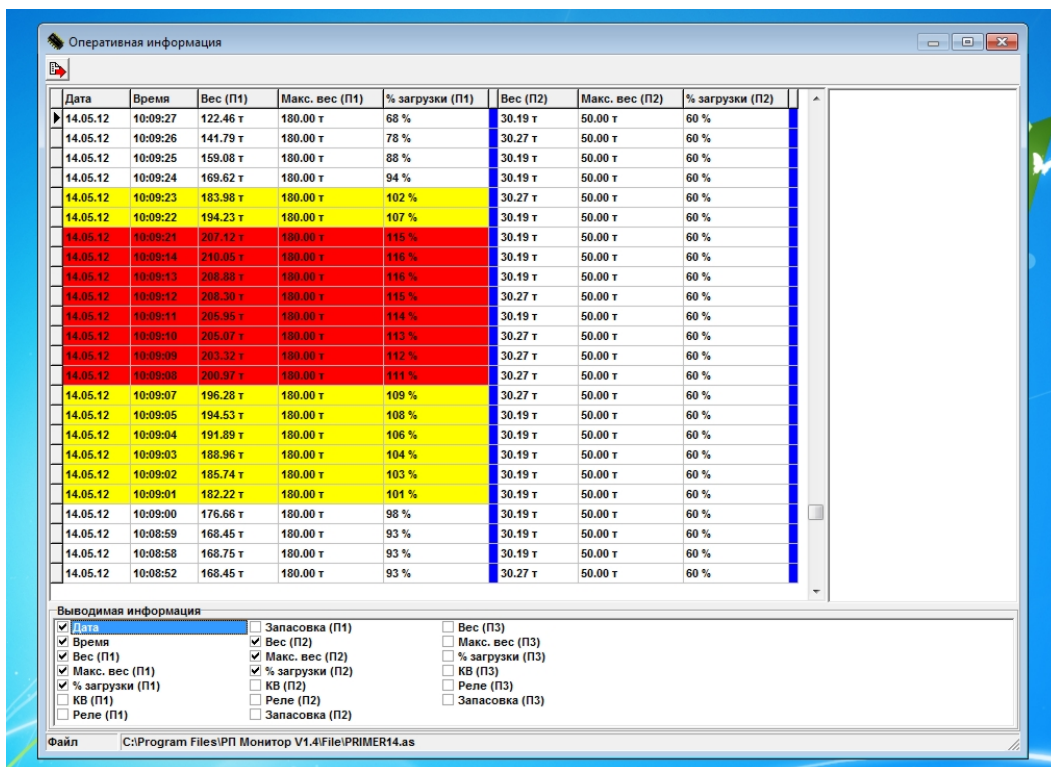
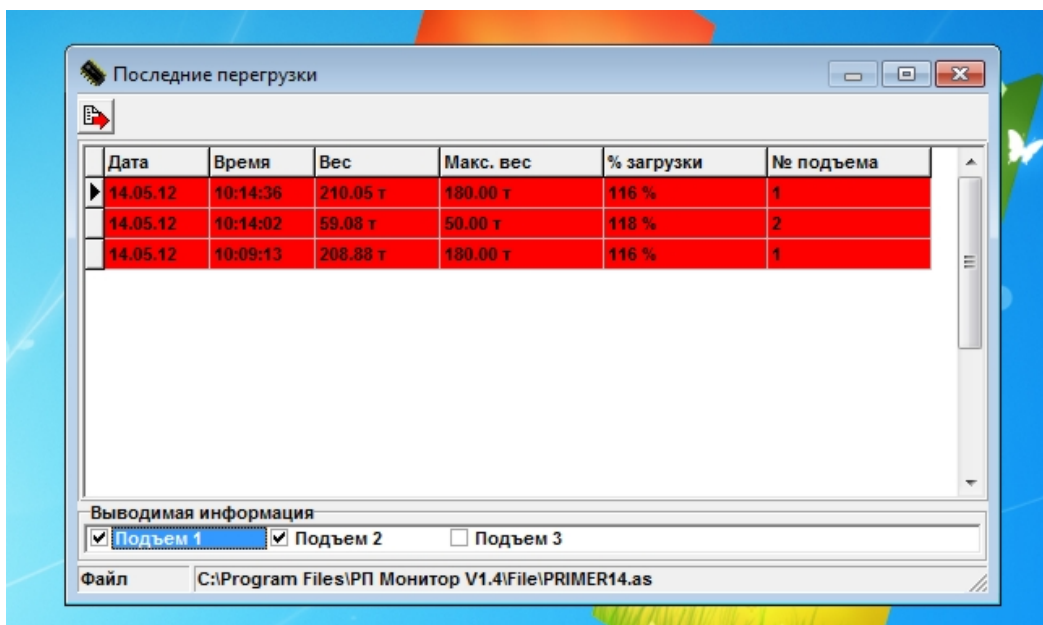

Рис.18
Рис.19
- оперативная информация по каждому из подъёмов, Рис.18;
- последние перегрузки по каждому из подъёмов, Рис.19.
Чтобы отправить выделенную группу кадров на печать следует нажать специальную кнопку в верхнем правом углу окна "Оперативная информация", Рис.18, или окна "Последние перегрузки", Рис.19.